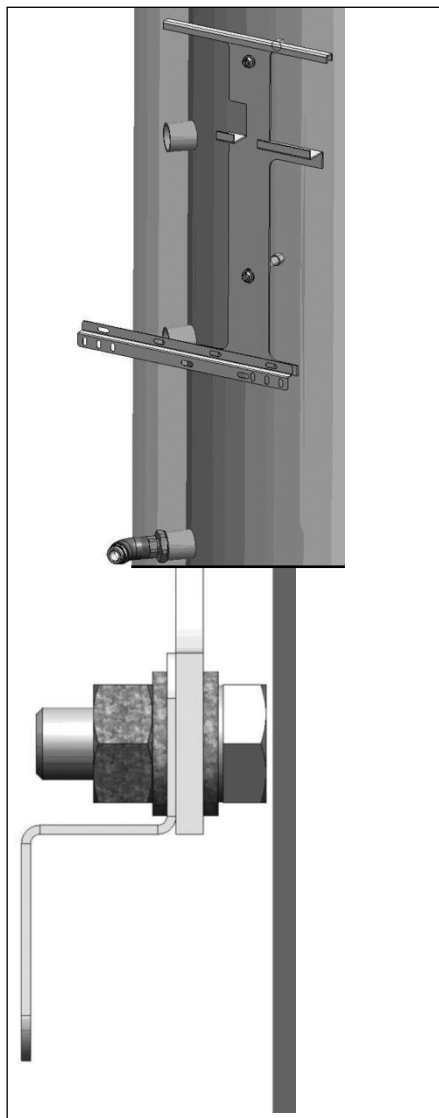

Abb. 6.5
- Schiene in entsprechender Position (Abb. entspricht Anschlussseite links) mit Schrauben M8 x 20 mm SW13, Unterlegscheiben und Muttern M8 SW13 an Halteblech befestigen (s. Abb. 6.5)